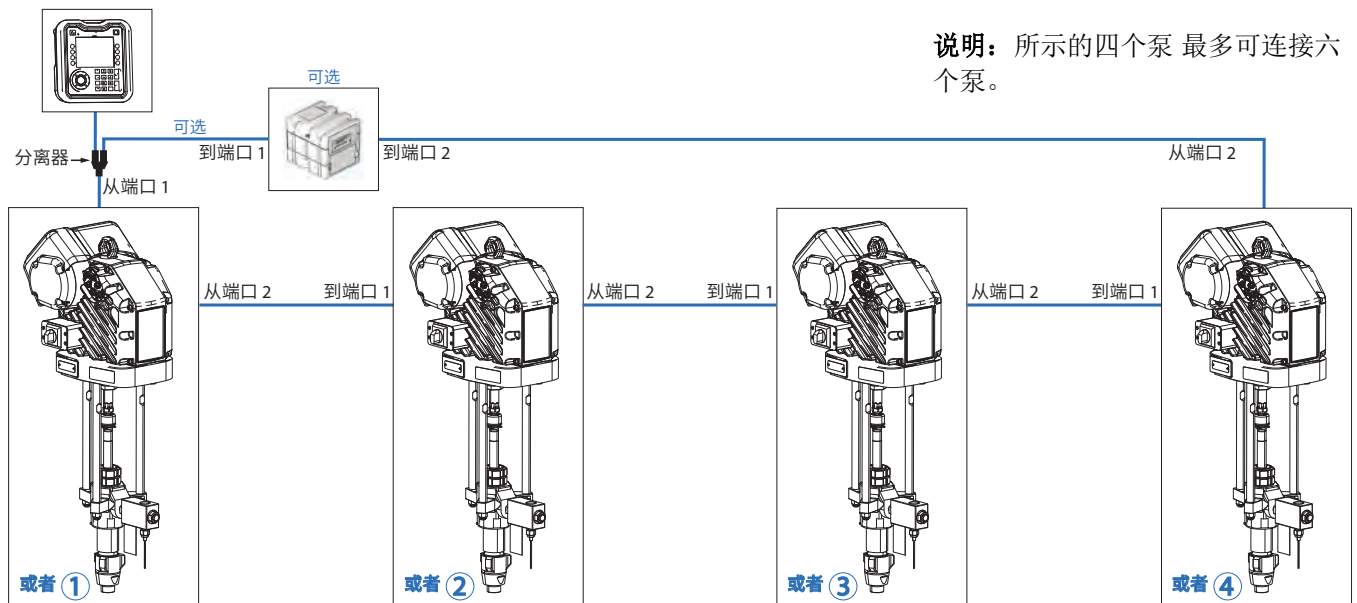

图 11：多个泵连接
说明：有关以下步骤，请参见图 11。图 11 展示了四个已连接的泵。ADM 可以安装在第一个泵上，也可以安装在与泵分离的位置。
1. 将一根 CAN 电缆从第一个泵（如图 11 中的泵 1 所示）的端口 1 连接到分离器。
说明：图 11 展示了带 CGM 的配置。如果未使用 CGM，则最后一个泵上的 CAN 电缆将直接连接到分离器。